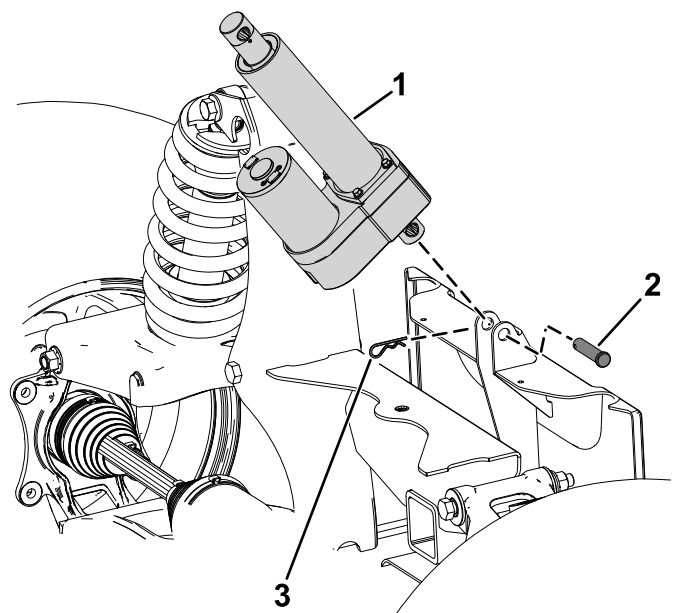

Figura 6
1. Instale el cilindro de elevación al soporte del bastidor trasero con un pasador y una chaveta (Figura 6).